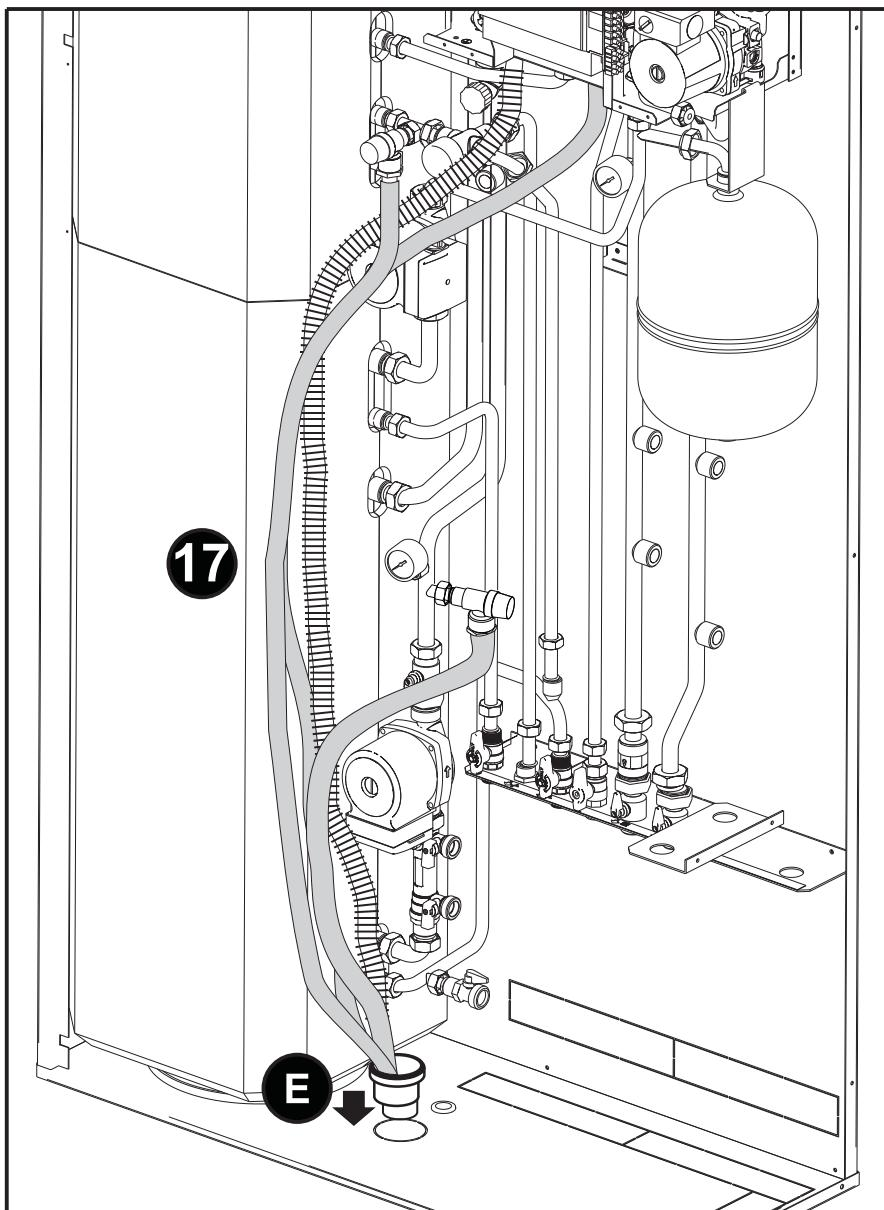

fig. 34
NOTA : sul fondo dell'involucro (pos.13) deve essere previsto l'allacciamento di un tubo di scarico D=40 sul quale verrà inserito l'imbuto di raccolta scarichi (rif. E - fig. 34) fornito in dotazione con l'apparecchio.